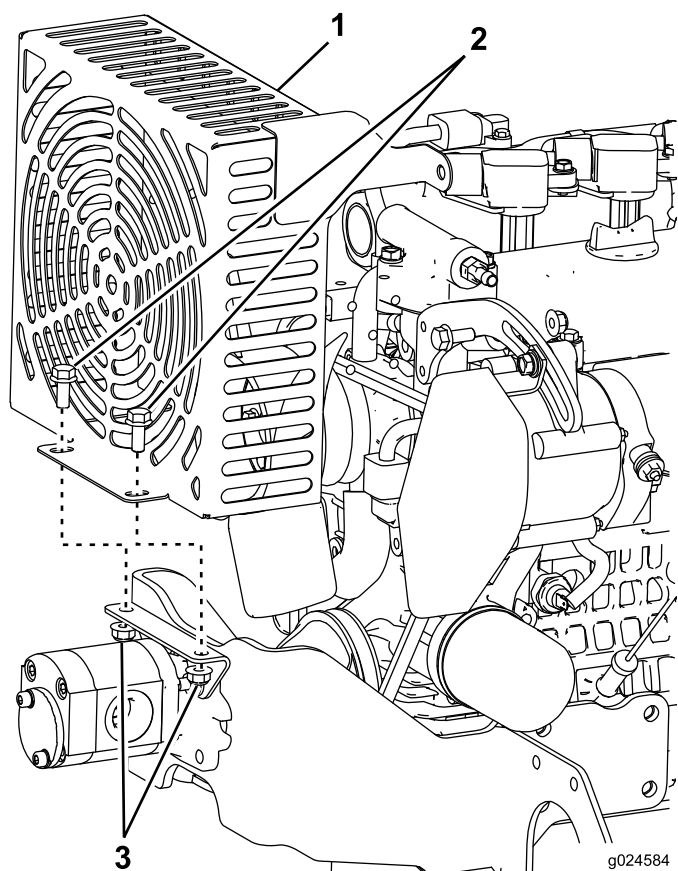
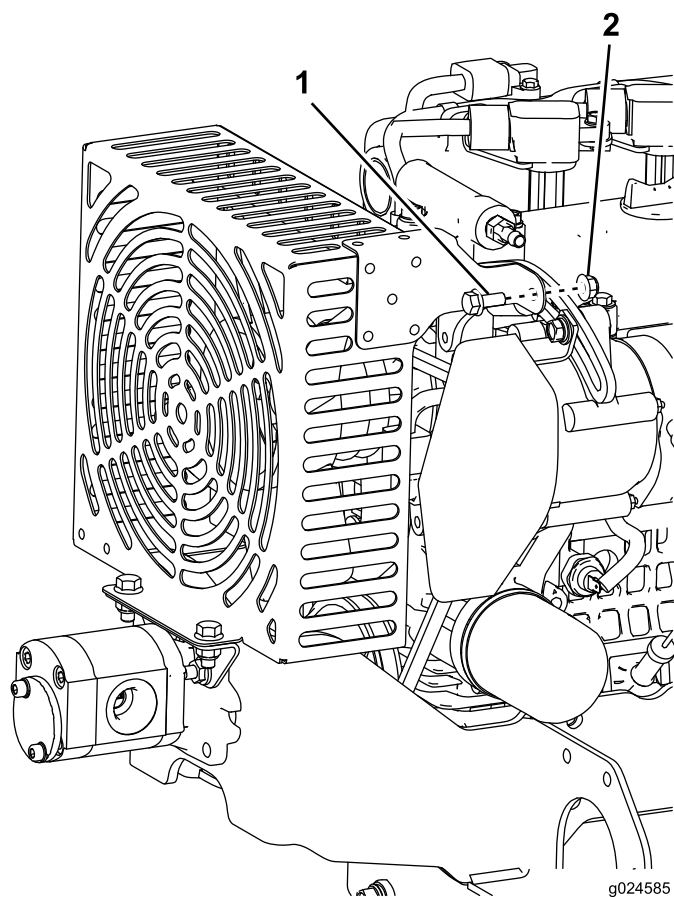

図 9
図 10
4. ファンガードを取りつける ; 図 9と図 10を参照。